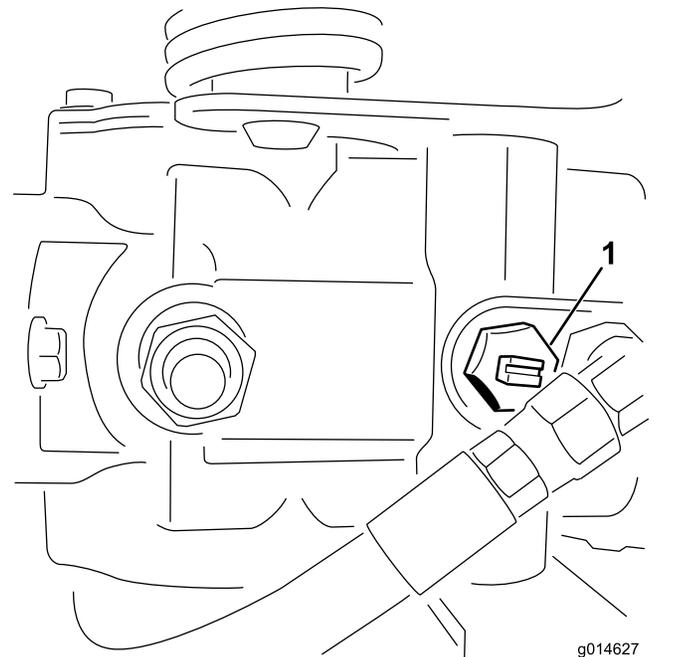

图23
1. 找到并旋转泵上的旁通阀使槽处于垂直位置图23。
2. 启动发动机之前、旋转旁通阀、使槽处于水平位置、这样就可以关闭旁通阀(图23)。